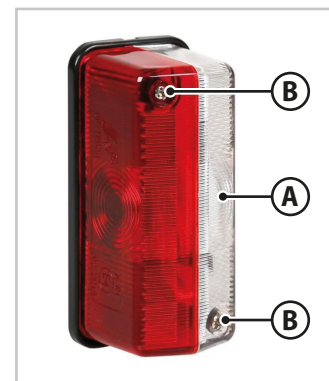

Fig.7.3 - Luci di ingombro laterali
2. Smontare il coperchio bianco-rosso (A - Fig.7.3) rimuovendo le viti di fissaggio (B - Fig.7.3).
5. Rimontare il coperchio bianco-rosso (A - Fig.7.3) utilizzando le viti di fissaggio (B - Fig.7.3) precedentemente rimosse.